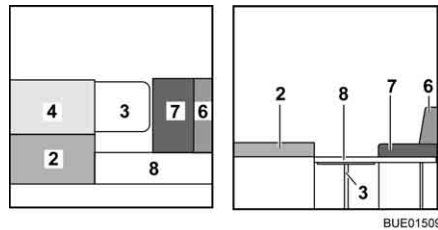

Bild 144 Under ombyggnaden
- Lägg ryggdynan (Bild 144,4) bredvid sittdynan (Bild 144,2).
- Fäll upp stödet till sängbreddningen (Bild 144,8) och häng sängbreddningen i fästena på sittbänken.